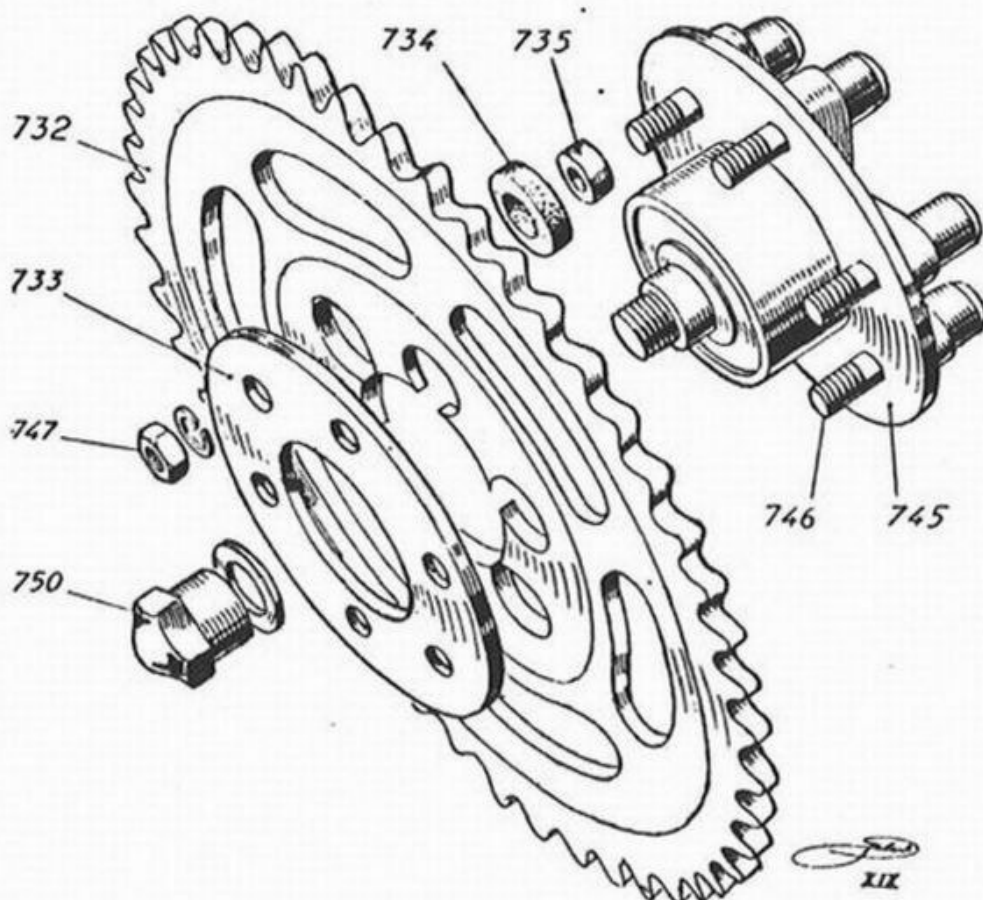

Fig. 17 - Smontaggio del parastrappi posteriore
16) - Smontaggio del parastrappi posteriore (fig. 17).